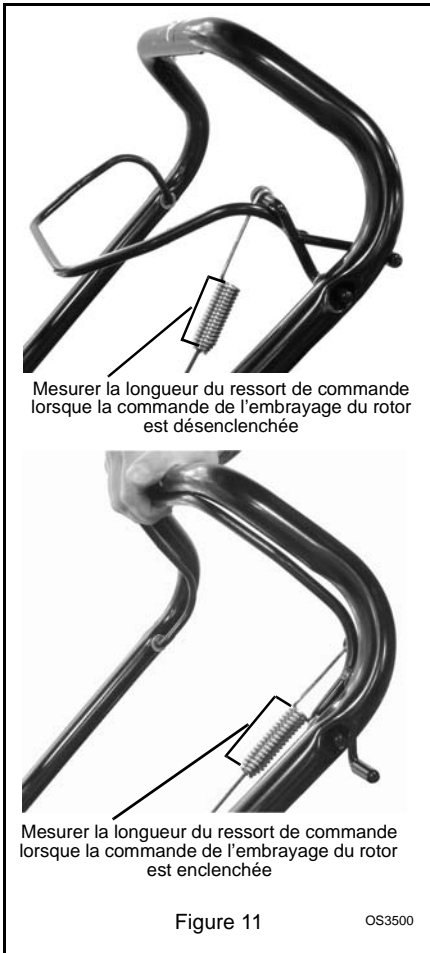

Figure 11
Réglage du câble de commande du rotor (Figure 11)
2. Tourner le rouleau de réglage pour allonger ou raccourcir le câble et obtenir l'extension de ressort définie au step 4 of *Réglage du câble de commande du rotor (Figure 11)*.